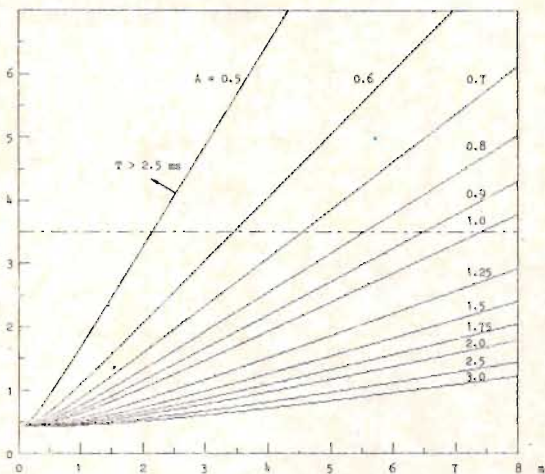
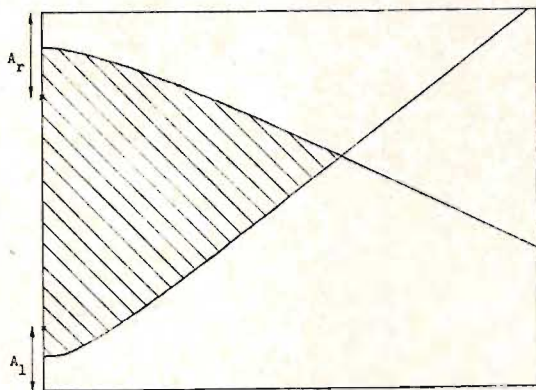

Fig 2. Området där $T > 2,5$ ms med A som parameter.
Fig 3. Område där $T > 2,5$ ms.
Med ekv (2.3) fås fig 2, som visar det område där tidfördröjningen är större än 2,5 ms vid användandet av en högtalare. Parameter är högtalarens avstånd A från sidoväggen.
Ur fig 2 kan lyssningsarean för $T > 2,5$ ms, då två högtalare används, beräknas på följande sätt:
a) Rita aktuellt rum i samma skala som i fig 2. Exempel: $4,5 \times 6$ m² i fig 3.
b) Vänstra högtalarens avstånd A_1 från vägg mäts och införes i figuren. Exempel: $A_1 = 0,7$ m i fig 3.
c) Överför motsvarande kurva för $A = A_1$ från fig 2.
d) Högra högtalarens avstånd A_r från vägg mäts och införes i figuren. Exempel: $A_r = 1,0$ m i fig 3.
e) Överför motsvarande kurva för $A = A_r$, spegelvänd från fig 2.